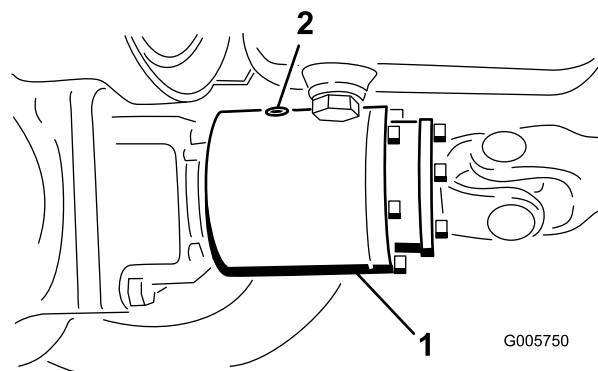

Figure 56
3. Tournez l'embrayage jusqu'à ce que le bouchon de vidange se trouve en bas (Figure 56).